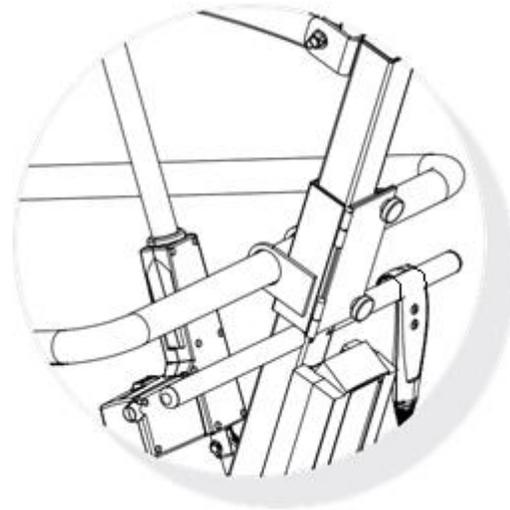

Figura 22: Cierre de la tapa que asegura las barras
- Ubique el bloque que soporta las barras como se muestra en la (figura 22), este debe ubicarse en el mástil de la grúa, sobre las asas de empuje. Tenga en cuenta que las barras deben quedar inclinadas apuntando hacia abajo.
- Asegure el bloque cerrando la tapa trasera, luego atornille firmemente los seguros como se visualiza en la (figura 22).